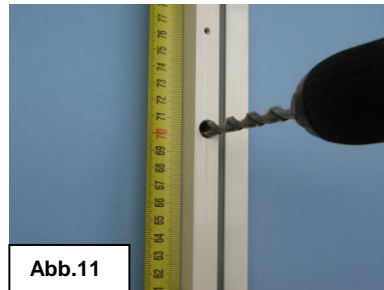

Abb.11
- Position der Bohrlöcher zur Befestigung der Führungsschiene-Unterteil „links“ anzeichnen und bohren (Abb.11 + 12).